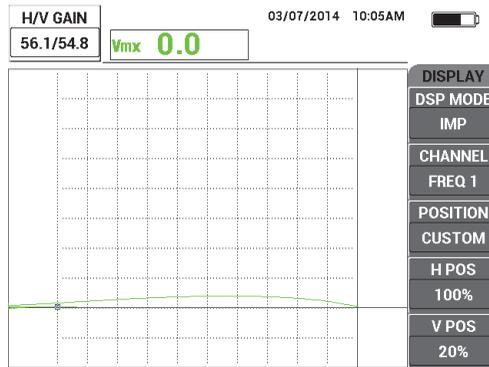

Figura 5-42 Diminuzione del GUADAGNO per regolare il segnale
3. Posizionare la serie completa di distanziali (quattro distanziali da 0,5 mm o due spessori da 2,0 mm) sul campione ed in seguito, premendo fermamente la sonda sulla serie di distanziali, premere il tasto **GAIN (dB)** per diminuire il guadagno fino a quando il punto raggiunge il limite sul lato sinistro della griglia 10 × 10 (0% orizzontale) [vedere Figura 5-42 a pagina 167].